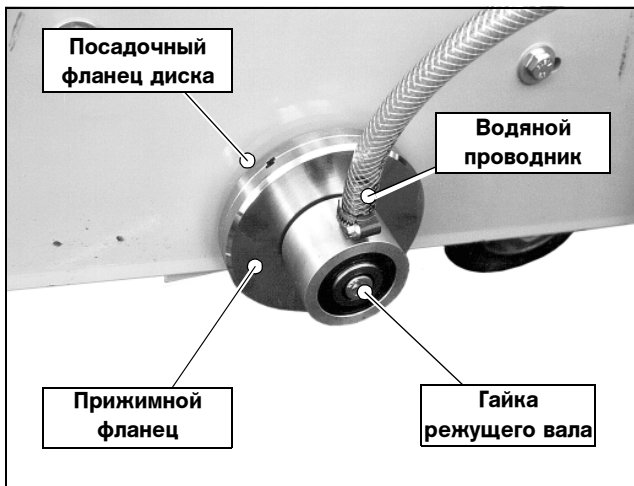

Рис. 4.14 Фланец крепления
5. Отверните винт режущего вала (Рис. 4.14) и снимите водяной проводник и прижимной фланец диска с режущего вала (Рис. 4.15).